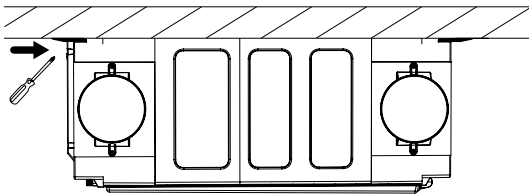

Imagen 4
2.4.8 Apriete los tornillos sueltos hasta que la unidad esté bien ajustada (Ver *Imagen 4*), agregue dos tornillos adicionales a las ranuras exteriores. Los puntos de tornillo para ambos soportes se muestran en la *Imagen 5*.